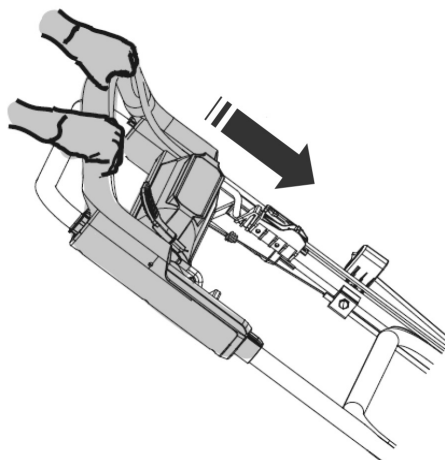

Рис. 15
- Слегка надавите на рукоятку привода колёс. Газонокосилка начнёт движение (Рис. 15).